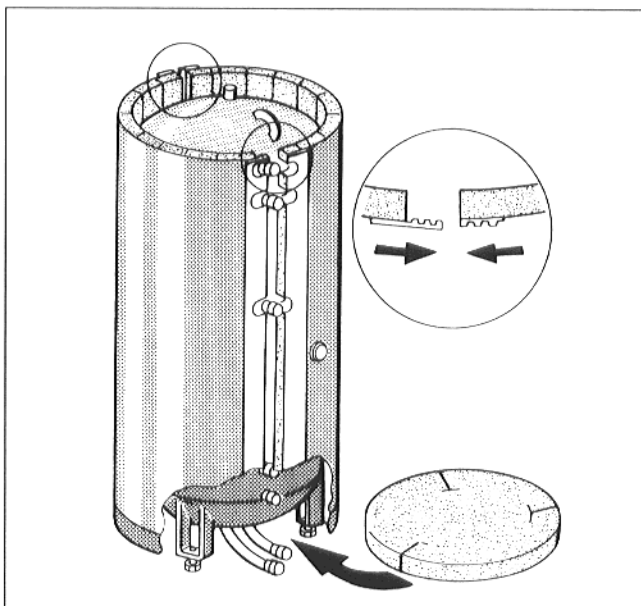

Abb. 7
- Geschlitzte Wärmeschutzscheibe mit den Einschnitten im Bereich der Speicherfüße auf den Boden legen (Abb. 7).
- Entsprechend den Speicheranschlüssen und dem Lochbild die Wärmeschutzmatte deckungsgleich am Speicherkörper anlegen (Abb. 7).
Die Verschlussleiste an den Anschlußleitungen zuerst verschließen (Abb. 7).
- Die beiden anderen Enden der Wärmeschutzmatte zusammenführen und verschließen (Abb. 7).